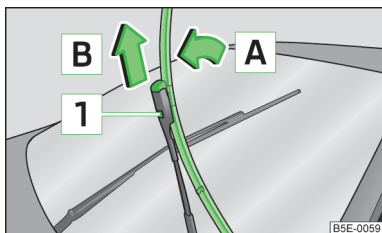

Abb. 211
- Den Scheibenwischerarm von der Scheibe anheben » Abb. 211.